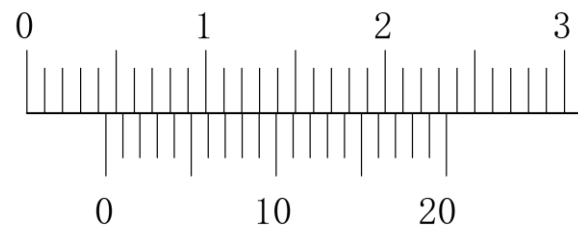

图 1
6. 用游标卡尺测量轴径的结果如图 1 所示，则该轴的直径  $d=$ \_\_\_\_\_mm。